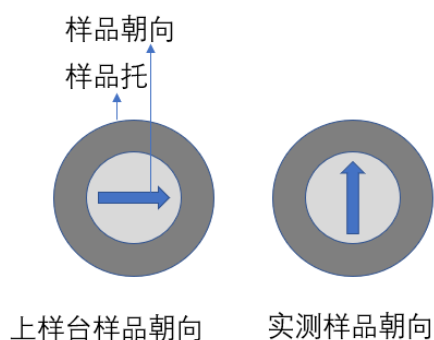

图 9.上样台与实测位置的样品朝向。
**1.2.0 上样台样品朝向和实测的样品朝向说明，上样台摆放的样品朝向并不是实际测的样品朝向，见图 9，根据样品和测试需要，调整上样台样品的摆放。**